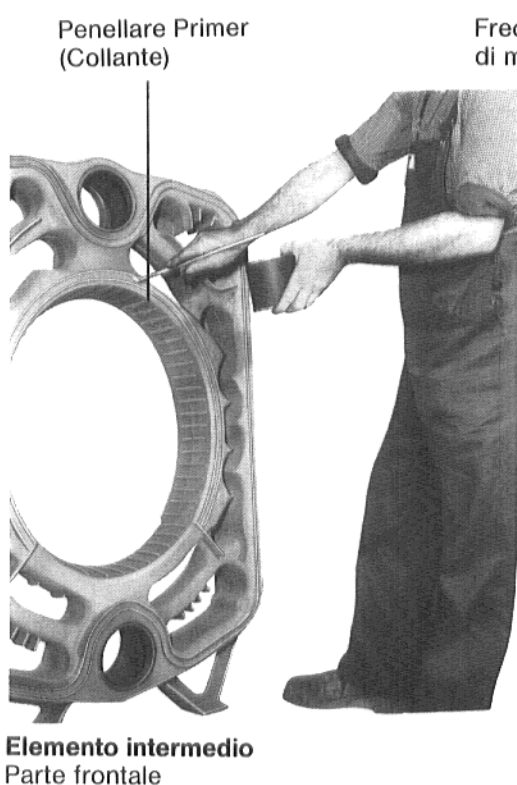

Fig. 9
**Penellare Primer** (collante) nella scanalatura (Fig. 9). (Viene fornito a corredo).